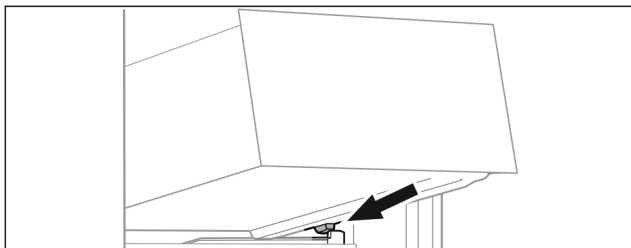

Fig. 85
- ▶ Stavite ladicu ukoso iza zaustavljača na žlijeb spremnika. (pogledajte Fig. 85)